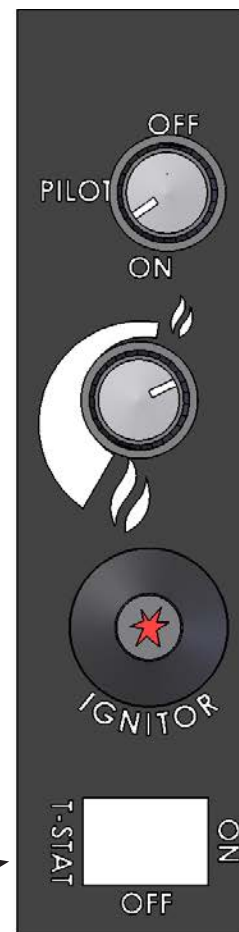

Figure 6: E33 Panneau de contrôle du E33
- Une localisation alternative de l'interrupteur est montré à la figure 6.
Le ventilateur s'allume seulement quand le foyer est monté en température (environ 15 minutes). En tournant le bouton du contrôleur du ventilateur sur le panneau de contrôle de l'appareil, cela va changer la vitesse du ventilateur (voir figure 6). Pour arrêter le ventilateur, tournez totalement le bouton de contrôle du ventilateur dans le sens antihoraire.